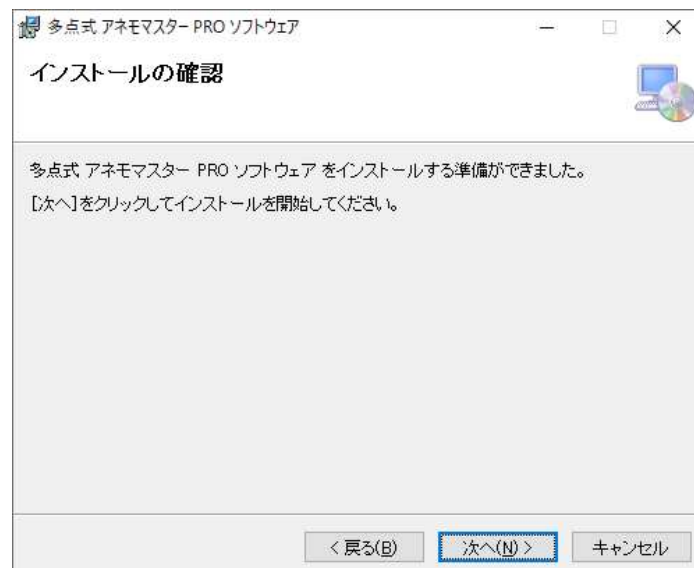

図 2-3 インストールの確認画面
3) 次へ (N) をクリックすると、図 2-3 が表示されます：